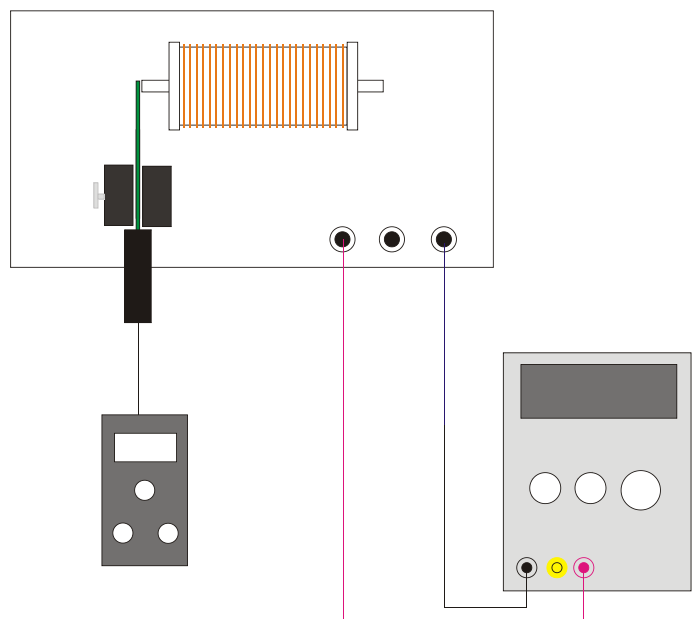

Fig. 3: Registro manual da curva de histerese com tesl metro E
- Ligar fonte, bobina e teslâmetro ou 3B Net/log conforme Fig. 3 e 4.